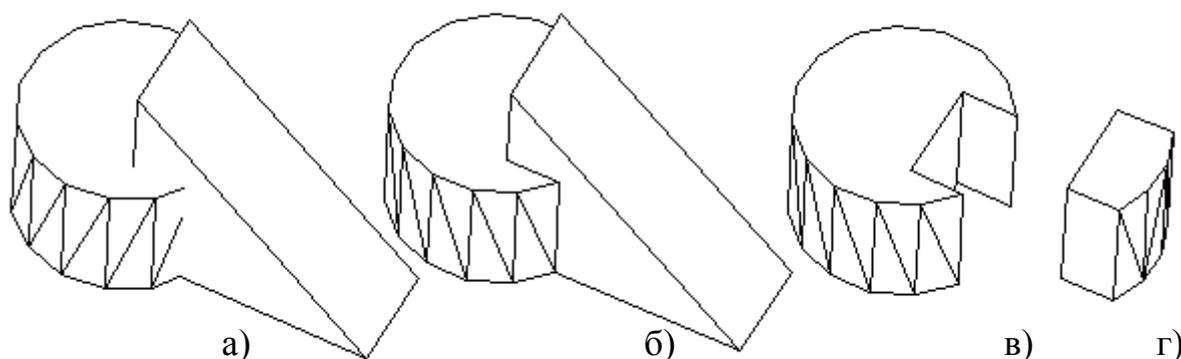

Рис. 7.2. Использование логических операций при моделировании тел.
- указать объекты, которые необходимо объединить в один объект (на рис. 7.2 а показаны цилиндр и клин);
- указать исходные объекты, из которых необходимо исключить другие объекты (на рис. 7.2 – цилиндр);
- указать объекты, которые необходимо «вычесть» из исходных объектов (на рис. 7.2 – клин);
- нажать клавишу **ENTER** прекращения указания «вычитаемых» объектов и завершения работы с командой. Результат вычитания представлен на рис. 7.2в)
- указать объекты, из общей части которых следует создать новое тело (на рис. 7.2 – цилиндр и клин);
- нажать клавишу **ENTER** для формирования нового тела из ранее указанных и завершения работы с командой. Итоговый объект приведен на рис. 7.2г.